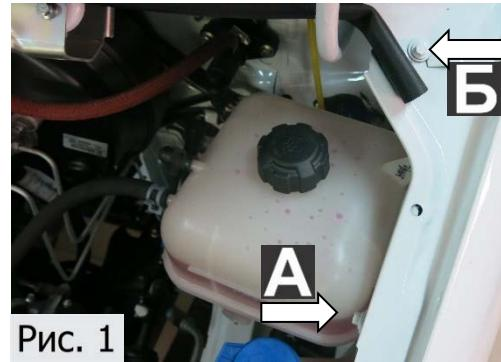

Рис. 1
1. Открутить штатные болты **A, Б** крепления крыла торцевой головкой №8 (рис.1).